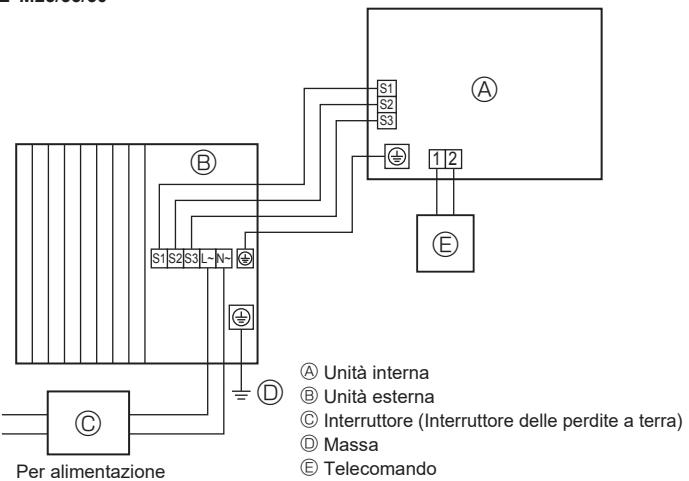
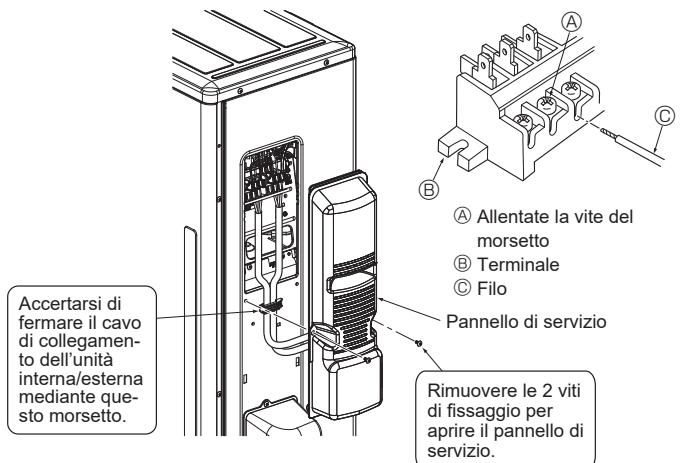

Fig. 6-1
Fig. 6-5
### 6.1. Unità esterna (Fig. 6-1, Fig. 6-2, Fig. 6-3, Fig. 6-4, Fig. 6-5)
- ① Rimuovere il pannello di servizio.
- ② Collegare i cavi facendo riferimento alla Fig. 6-1, Fig. 6-2, Fig. 6-3, Fig. 6-4 e Fig. 6-5.